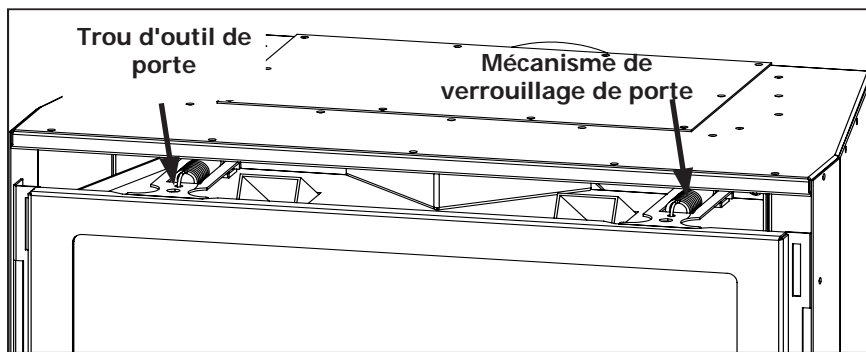
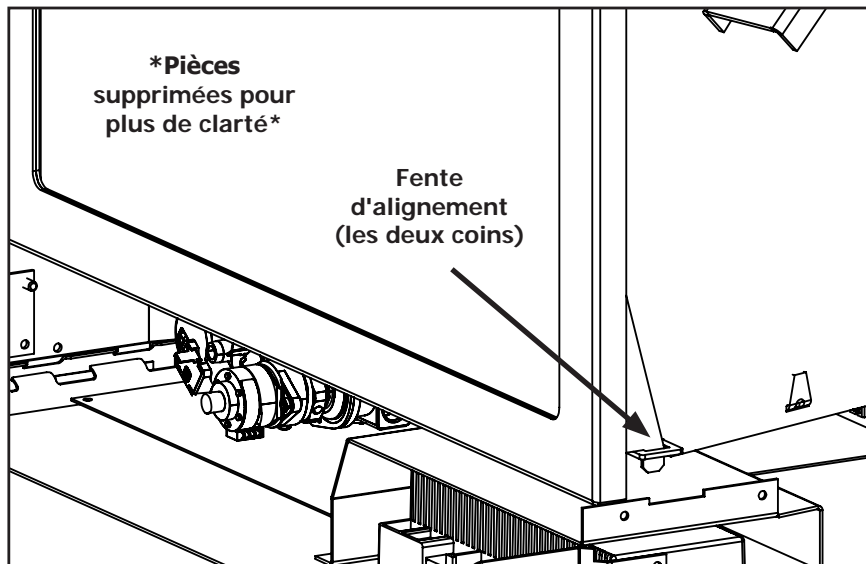

Figure 17: Loquets supérieurs pour porte en verre
Figure 18: Fentes d'alignement inférieures pour porte en verre
Pour installer l'ensemble de bûches et pour un nettoyage régulier, l'écran de sécurité et la porte vitrée doivent être retirés. Il y a deux (2) mécanismes de verrouillage de porte, situés derrière l'écran de sécurité, au-dessus de la porte vitrée, comme illustré à la Figure 17. Chaque loquet a un trou à l'avant pour utiliser l'outil de porte, fourni avec l'appareil, pour tirer les mécanismes vers le haut et vers le haut. Lorsque les loquets supérieurs sont décrochés, penchez la porte vers l'avant, puis soulevez-la pour la sortir des fentes d'alignement situées dans les coins inférieurs du foyer, comme illustré à la Figure 18.